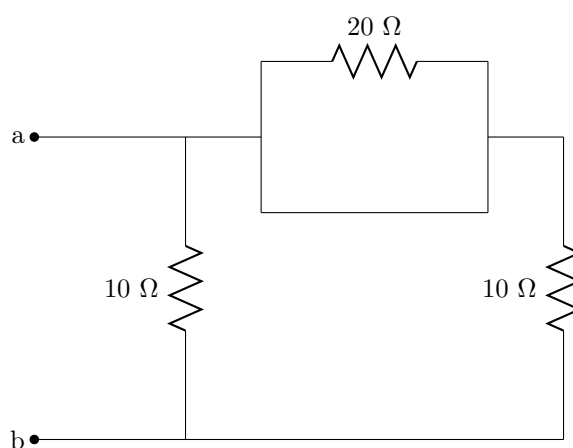

Figura 2.17: Circuito del problema 17.
17. Calcula la resistencia equivalente  $R_{ab}$  en el circuito de la figura 2.17.